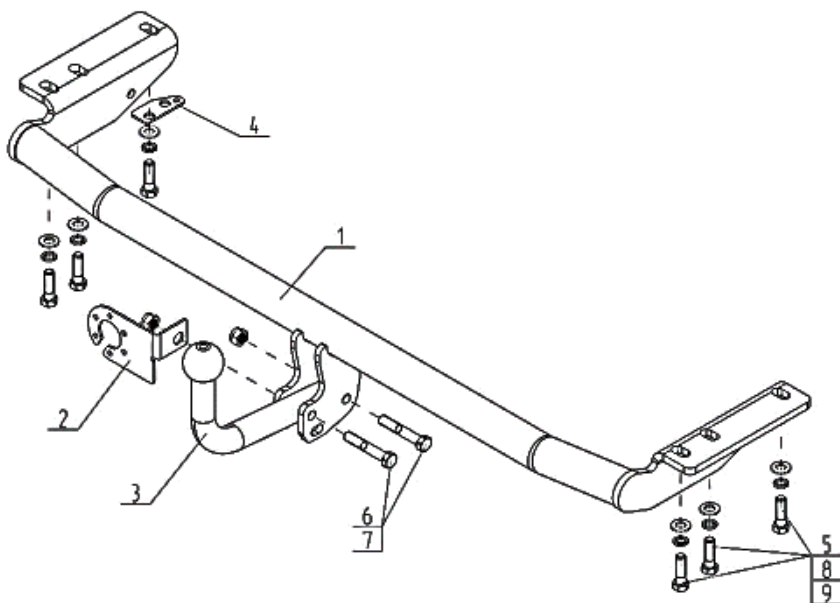

Рис.1 Установка на автомобиль
- Установите балку ТСУ поз.1 на автомобиль, используя крепежные элементы, показанные на Рис.1;